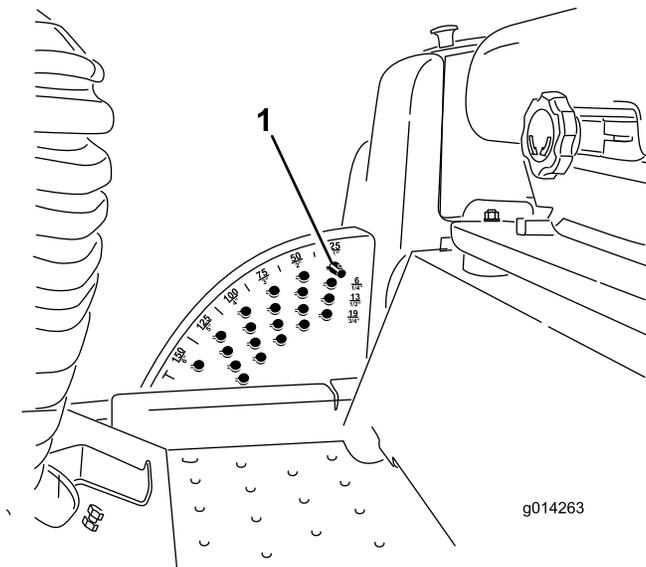

Bild 16
Hinweis: Wenn Sie das Mähwerk in der angehobenen Stellung arretieren möchten, heben Sie das Mähwerk über die 15 cm Stellung an, nehmen Sie den Schnitthöhenanschlagsstift ab (siehe Einstellen der Schnitthöhe) und setzen Sie den Stift in die 15 cm Schnitthöhenstellung (Bild 16).
1. Ziehen Sie den Mähwerkhubhebel bei laufendem Motor zurück, bis das Mähwerk ganz angehoben ist, und lassen Sie den **Hebel sofort los** (Bild 16).
2. Drehen Sie zum Einstellen den Anschlagstift so lange, bis die Linien am Spannstift mit den Schlitzen in den Löchern in der Schnitthöhenhalterung ausgerichtet sind. Nehmen Sie ihn dann ab (Bild 16).
3. Wählen Sie ein Loch in der Schnitthöhenhalterung, das der gewünschten Schnitthöhe entspricht, stecken Sie den Stift ein und drehen Sie ihn ein, um ihn zu arretieren (Bild 16).
Hinweis: Es gibt vier Reihen der Lochpositionen (Bild 16). Die oberste Reihe ergibt die Schnitthöhe, die über dem Stift steht. Die zweite Reihe ergibt die Schnitthöhe plus 6 mm. Die dritte Reihe ergibt die Schnitthöhe plus 12 mm. Die unterste Reihe ergibt